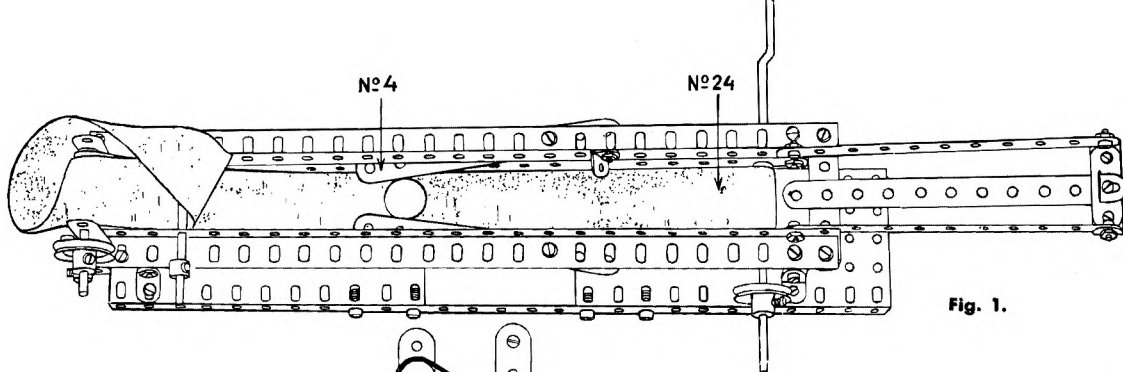

Fig. 1.
• The 1924 **ERECTOR Car Truck** had the top hole raised compared to the STEEL ENGINEERING pattern (see 23/666), and then in 1926 the original hole was restored giving 2 holes at the top. [Referring to *Greenberg*, this last pattern was shown in the Illustrated parts (Fig.1) for 1924-
Se till att styrjärnen nr 4 styra kulan mitt på bandet, som framgår av fig. 1. När kulan kommer fram studsar den upp i rännan och rullar ner och in under bandet för att sedan på nytt studsa upp. Om kulan skulle studsa åt sidan kan detta hindras med en pappskiva.